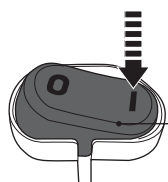

Fig. 20
> Prima o interruptor On/off (16) para a posição I para ligar o produto (Fig. 20).